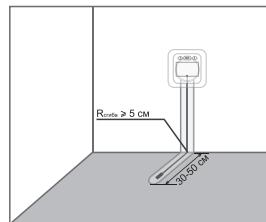

Рис.5
6. Установите гофрированную трубку с датчиком температуры (Рис. 5)